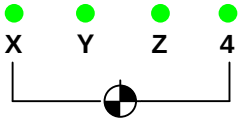

图 4.1-1 机床面板上的回零指示灯
- 2 按下机床面板上的手动轴向运动开关，一直到达参考点后，方可松开。返回参考点后，返回参考点完成指示灯亮，如图 4.1-1 所示。